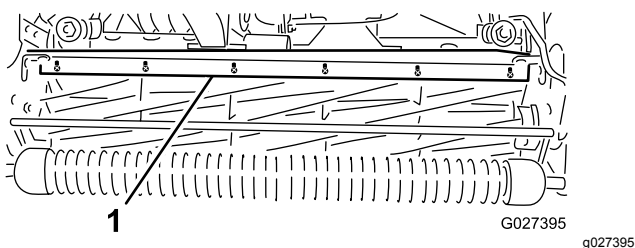

図 59
1. バー 図 59をカッティングユニットに固定しているねじをゆるめる。